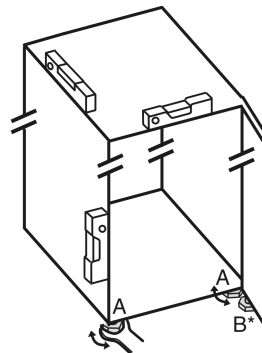

Fig. 46
- ▶ Az állítható lábakat Fig. 46 (A) a mellékelt villáskulccsal és egy vízmérce segítségével csavarja ki addig, amíg a készülék szilárdan és egyenesen be nincs igazítva.
- ▶ A csapágybak állítható lábát Fig. 46 (B) a mellékelt villáskulccsal csavarja ki úgy, hogy a padlón feküdjön.
- ▶ Az állítható lábat Fig. 46 (B) forgassa tovább 90°-kal.